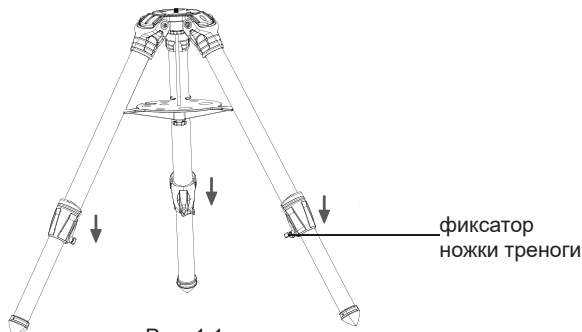

Рис. 1.1e
3. Ослабьте три фиксатора опор и выдвиньте ножки треноги на нужную высоту (рис. 1.1e).